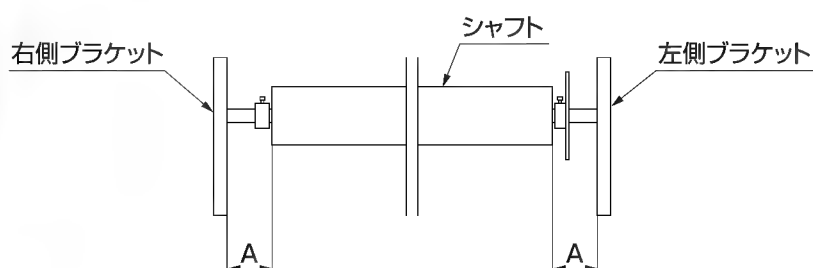

図2-6
- ④ 左右のブラケット内面からシャフトパイプ端部までの寸法を左右均等にしてください。(図2-6 A寸法参照)